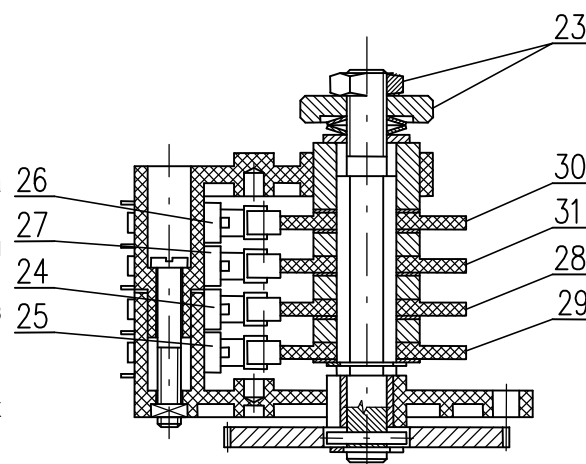

Рис.4
4.2 Установка узла положения и сигнализирования (рис.4)
ЭП из завода-производителя установлен на жесткий ход (на основании спецификации), приведенной на заводской табличке. При установке, наладивании и перестановке ЭП поступайте следующим образом (рис.4): в исполнении ЭП с датчиком высуньте датчик из зацепления